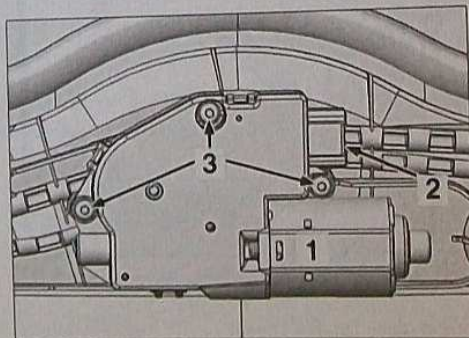

FIG. 72
Décliper le connecteur (2) du motoréducteur (1) et déposer les fixations (3) (Fig.72).